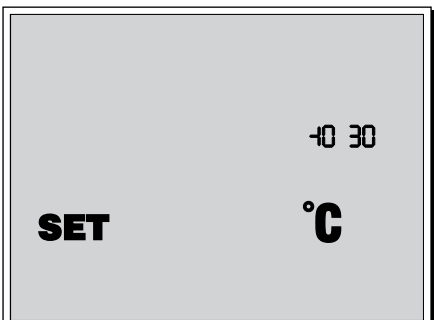

Рис. 14. Настройка датчиков температуры
- Дисплей панели управления отображает настройки температуры датчика канальной температуры и датчика защиты от обмерзания (рис. 14).